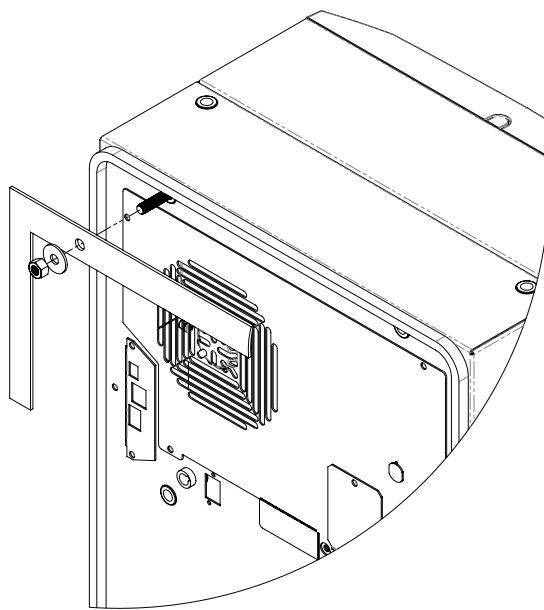

Figura 2
2. Avvitare le viti di fissaggio fornite, nei dadi ciechi sulla parte posteriore dell'unità, vedere Figura 2.